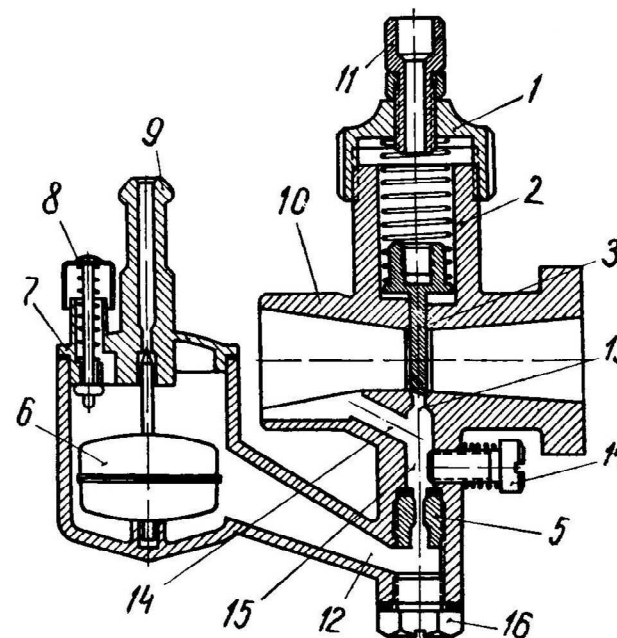

Рис. 3
Система питания двигателя состоит из карбюратора К-35 и воздушного фильтра. Схема карбюратора представлена на рис. 3. Карбюратор состоит из пяти основных частей: корпуса карбюратора 10, дросселя 3, крышки колодца дросселя 1, поплавкового механизма 6 и крышки поплавковой камеры 7.
4. В случае запуска холодного двигателя нажать 1—2 раза на кнопку утолителя 8 (рис. 3). При запуске прогретого двигателя нажимать на кнопку утолителя не надо.